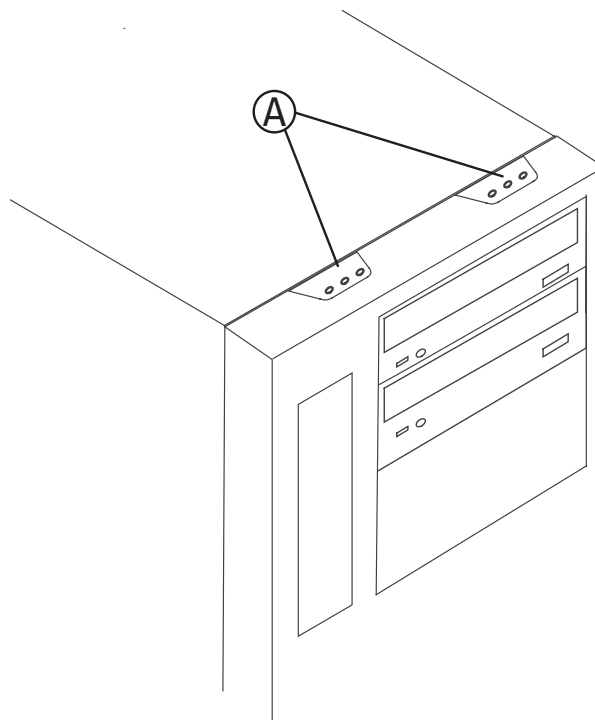

Abbildung 8. Frontblende
1. Entriegeln Sie die beiden Schnappverschlüsse auf der Oberseite der Frontblende durch leichten Druck (siehe Abb. 8, Punkt A).